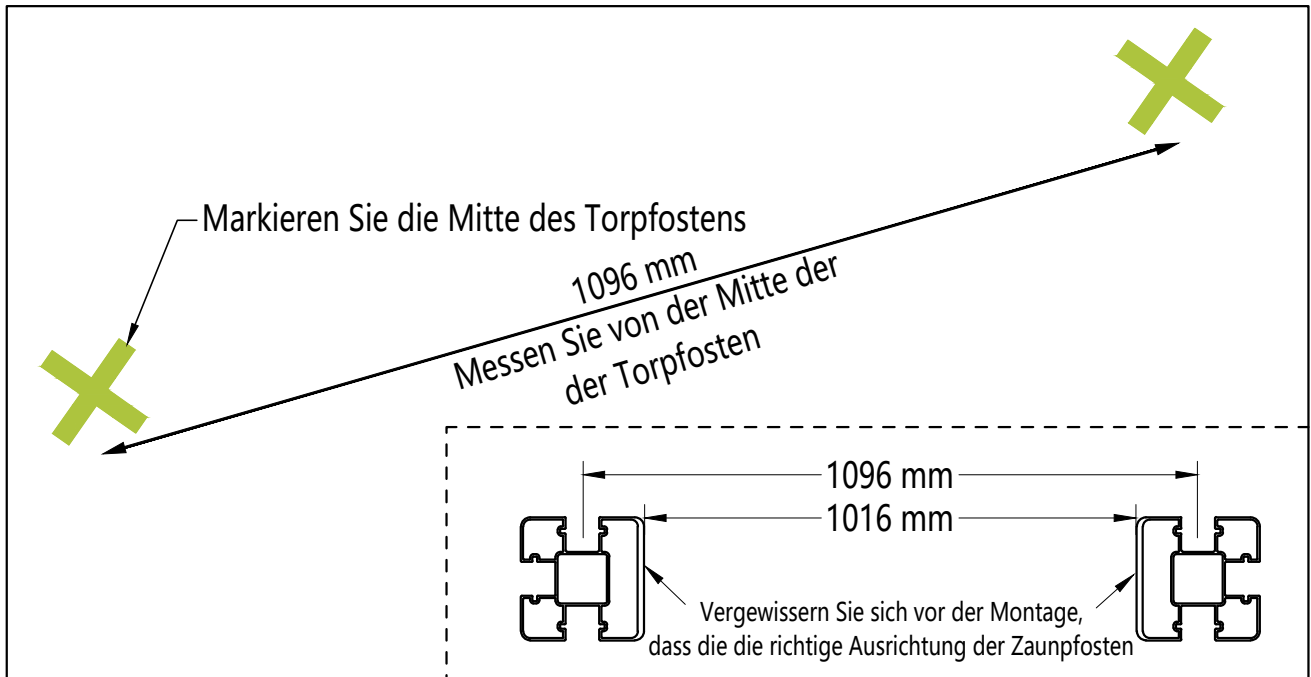

Abbildung 1
- 1 Messen und positionieren Sie die Torpfosten im Abstand von 1096 mm auf dem Boden. Zeichnen Sie eine Positionsmarkierung für die festen Mittelpositionen, wie in Abbildung 1 dargestellt.